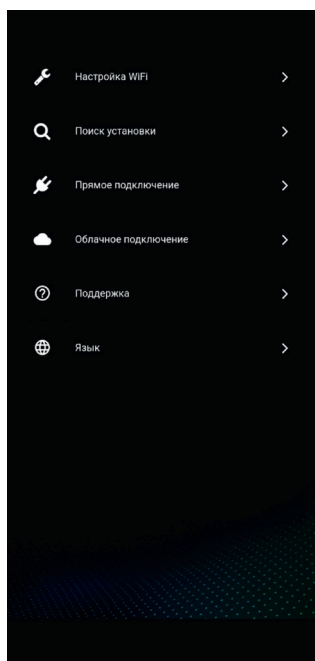

Рис. 3
- 5) Зайдите в приложения в меню «Настройки Wi-Fi» (Рисунок 3)